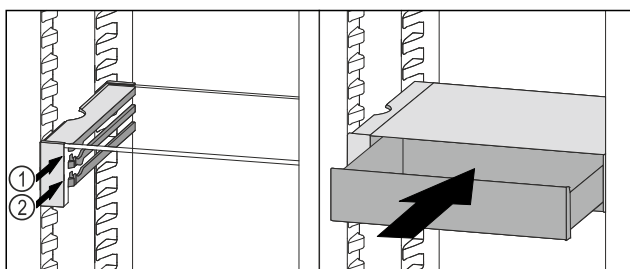

Fig. 186
- Așezați sertarul VarioSafe în spatele opritoarelor pe nervura dorită Fig. 186 (1) sau Fig. 186 (2).